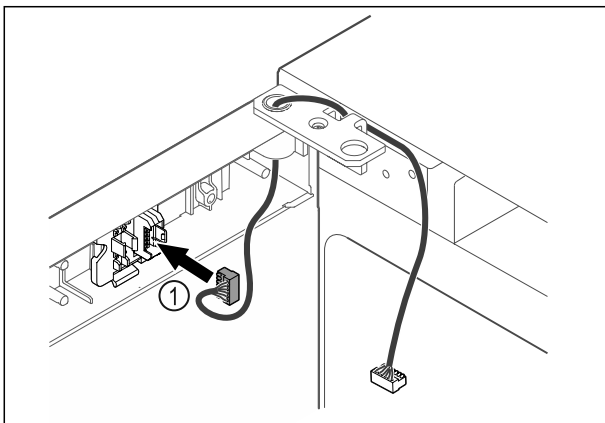

Fig. 49
- ▶ Sätt in kontakten Fig. 49 (1) i kontakthållaren.